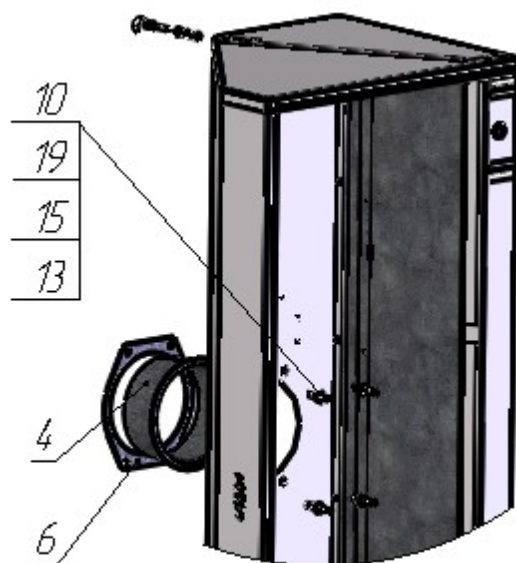

Рис. 2
3.5.4. Для зонта ЗВН-400 установить зонт в вертикальное положение (на одну из боковин). Фиксатор поз. 6 (Рис. 2) надеть на патрубок выходной поз.4 (Рис. 2) и соединить с зонтом комплектом крепежа поз. 10, поз. 19, поз. 15, поз. 13 (Рис. 2).